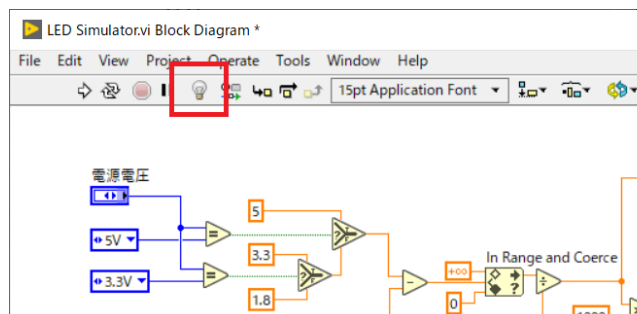

図 3-10 実行ハイライト
**実行のハイライト** (図3-10) をクリックすると、電球マークが点灯します。このままVIを実行してください。プログラムがどのように実行されるか、アニメーションで表示されます。端子を見ると、フロントパネルで設定した数